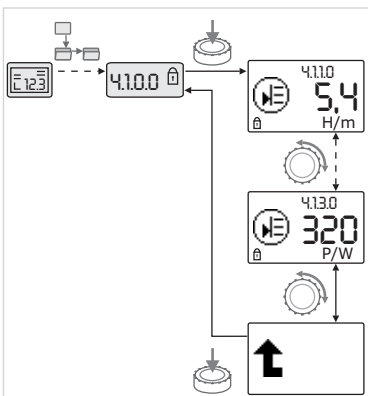

Fig.44: Tietojen hakeminen näyttöön
- Punaista painiketta kiertämällä valitaan "Tietoja"-tyypin valikko-osia tämänhetkisistä alavalikoista (katso Fig. 44). Symbolein esitettyjen säätöjen selitykset, katso taulukko luvussa 8.7 "Valikon osien viitteet" sivulla 95.